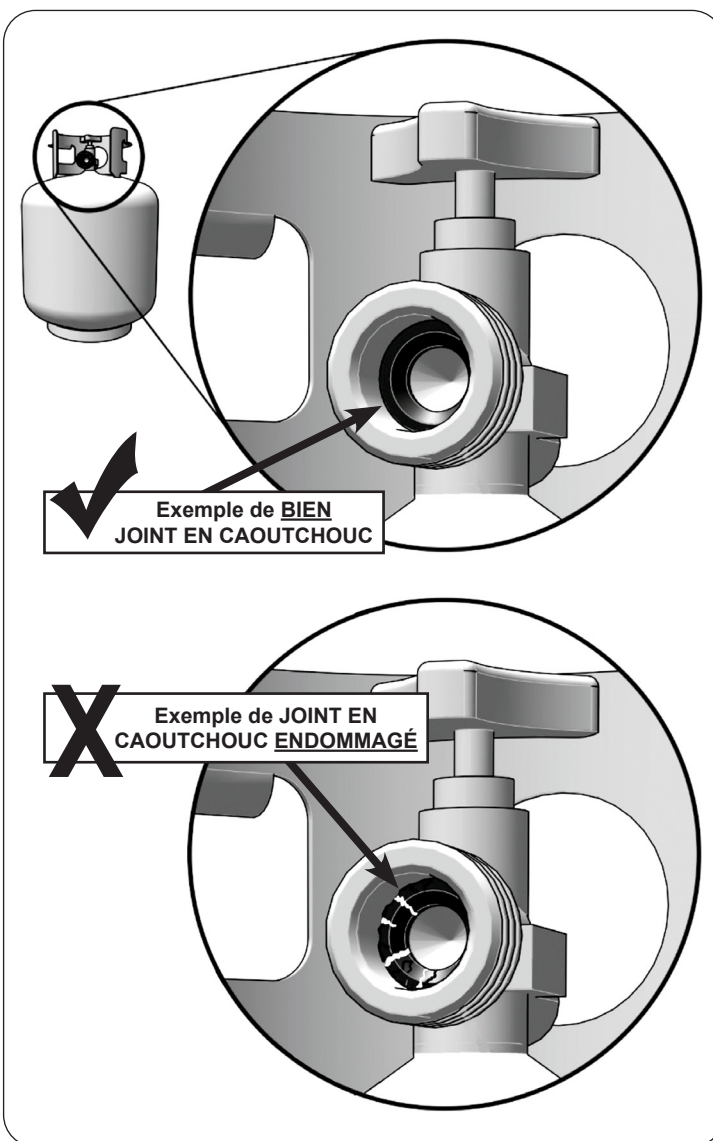

Fig. 10-1 Inspecter le joint en caoutchouc
- d. **Connexions CGA 791 sur les bouteilles de GPL :** l'élément d'étanchéité en élastomère de la face de la bouteille de ces appareils peut, au fil du temps, présenter des dommages ou une détérioration marqués et visibles susceptibles de provoquer une fuite même avec la connexion serrée. Une inspection visuelle du joint doit être effectuée chaque fois qu'une bouteille de GPL est remplacée ou remplie. Toute bouteille de GPL présentant des signes de dommages ou de détérioration, tel qu'illustré à la Fig. 10-1, y compris des fissures et des piqûres visibles, doit être remplacée.